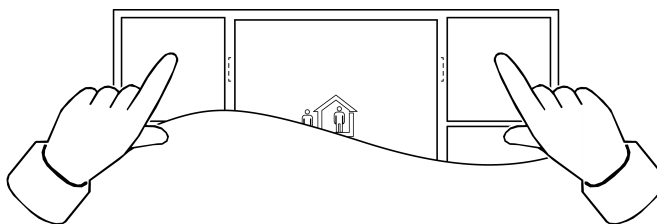

рисунок 1: Открытие меню или выход из меню
- Перейти в меню: одновременно нажать обе самые верхние кнопки (см. рисунок 1).